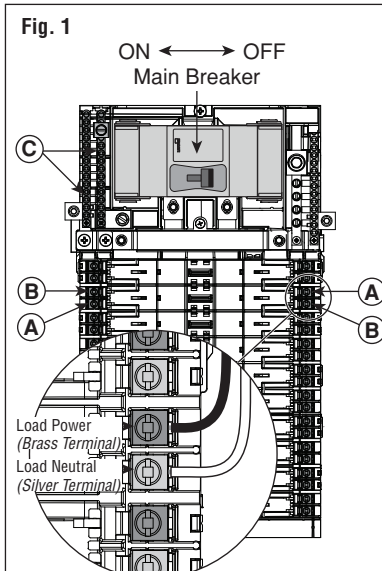

Fig. 1 ON ← OFF Main Breaker
1. Turn OFF all power to the panelboard by moving the handle of the main breaker to the OFF position (*see fig. 1*). **NOTE:** If installing the AFCI/GFCI breaker in a sub-panel turn power OFF from the breaker located in the main panel.
3. Strip and connect the load power and load neutral conductors to appropriate terminal lugs (*see fig. 1 and the Terminations table*). **NOTE: THE LOAD NEUTRAL MUST BE CONNECTED TO THE LOAD NEUTRAL TERMINAL, NOT THE MAIN NEUTRAL TERMINAL.**
2. Turn power to the panelboard ON by moving the main breaker to the ON position (*see fig. 1*). **NOTE:** If installed in a sub-panel restore power from the breaker located in the main panel.
1. Couper complètement le courant qui alimente le panneau de branchement en mettant la manette du disjoncteur principal à OFF (fig. 1). **REMARQUE :** si le DDAA/DDFT doit être installé dans un sous-panneau, couper le courant à partir du disjoncteur qui se trouve sur le panneau principal.
3. Dénuder les conducteurs de charge (neutre et alimentation) et les raccorder aux bornes appropriées (voir la figure 1 et le tableau RACCORDEMENTS). **REMARQUE : LE NEUTRE DE CHARGE DOIT ÊTRE RACCORDÉ À LA BORNE DE NEUTRE DE CHARGE, ET NON À LA BORNE DE NEUTRE PRINCIPALE.**
2. Rétablir le courant qui alimente le panneau de branchement en mettant le disjoncteur principal à ON (fig. 1). **REMARQUE :** si le DDAA/DDFT est installé dans un sous-panneau, rétablir le courant à partir du disjoncteur qui se trouve sur le panneau principal.